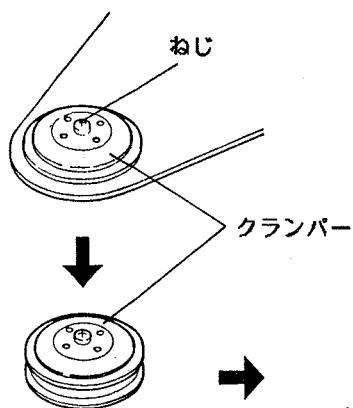

図15
5. クランパーレバーについているクランパー組立のねじをはずし、クランパー組立をはずしておきます。上下にはずれたクランパーをねじで組立にして治具として利用します。(図15, 16)